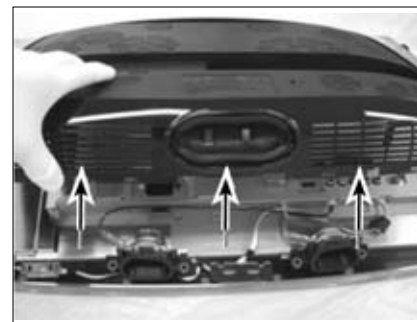

Рис. 3
3. Вставляют плоскую отвертку в паз, затем поднимают и поворачивают крышку (рис. 3). После удаления задней крышки (рис. 4а) отсоединяют провода подключения громкоговорителей (рис. 4б) и кабель LVDS от ЖК панели (рис. 4в).
Для считывания кодов неисправностей из памяти ЭБУ к диагностической розетке (рис. 3) подключают диагностический прибор, включают зажигание и выполняют следующие операции: